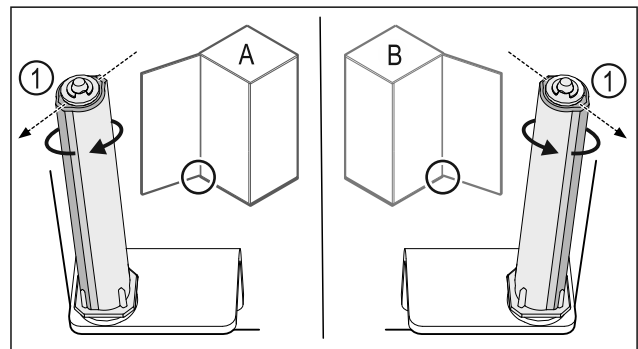

Fig. 26 Ľavý doraz (A)/pravý doraz (B)
- ▶ Otáčajte systém zatvárania proti odporu, kým nebude mostík systému zatvárania Fig. 26 (1) ukazovať von.